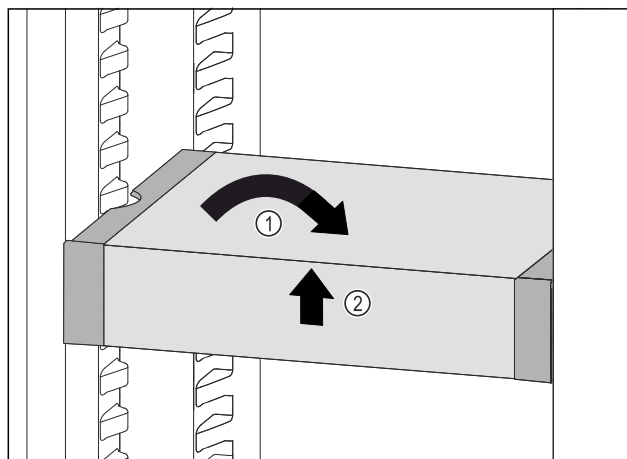

Fig. 64
- ▶ Placer VarioSafe lige Fig. 64 (1)
- ▶ Løft VarioSafe op foran Fig. 64 (2)